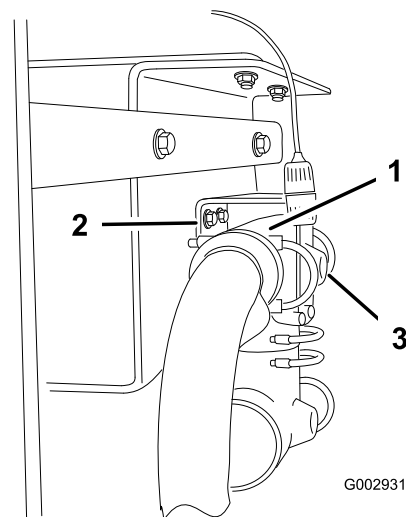

Figure 23
9. Retirez les fixations du raccord en T derrière la vanne d'alimentation de la rampe, de sorte que le raccord pende au bout des flexibles (Figure 23).
10. Percez un trou (1/4 pouce de diamètre) avec précaution, dans l'orifice au dos du raccord en T (Figure 23).